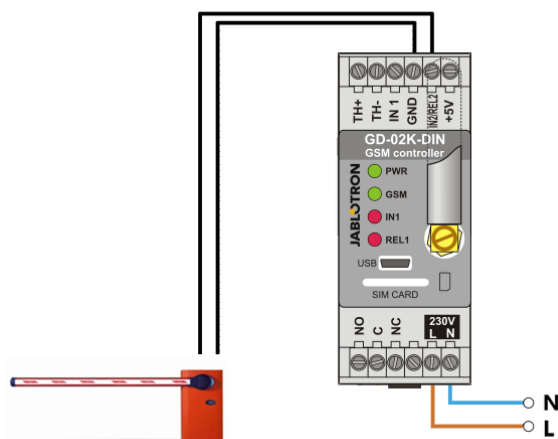

Figura 2: GD-02K-DIN como controlador de puerta.
- La aplicación necesita un contacto conectado a la salida REL2 / GND y a la entrada de baja tensión de la puerta controlada, ver Figura 2.